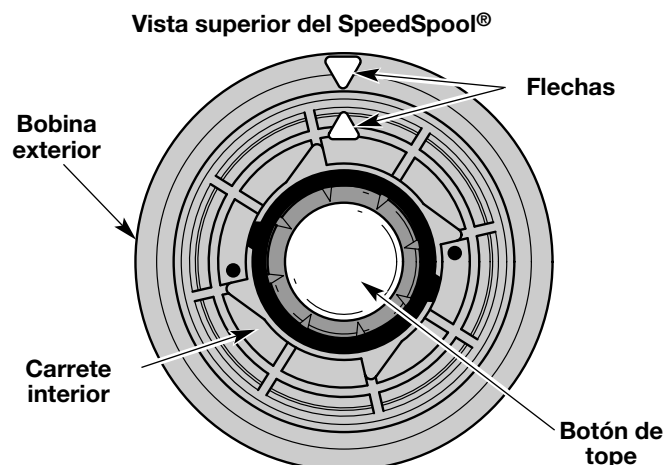

Fig. 15
2. Alinee la flecha del carrete interior con la flecha de la bobina exterior (Fig. 15).